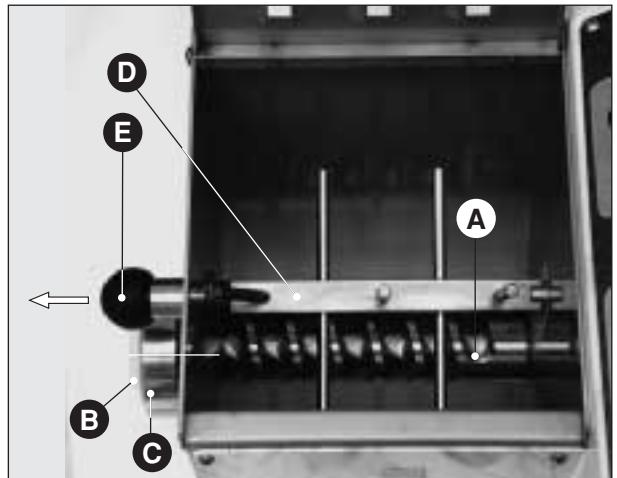
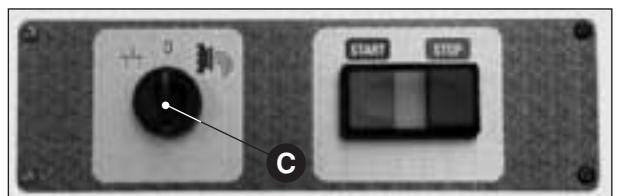

Fig. 1
Fig. 2
- posizionare il selezionatore su "0" (**Fig. 2 C**), verificare il corretto montaggio della coclea (**Fig. 1 A**) osservando che la parte cilindrica sia appoggiata all'albero di trascinamento;
- accertarsi inoltre che il tappo in plastica (**Fig. 1 B**) sostitutivo della trafila sia ben posizionato e la ghiera (**Fig. 1 C**) ben chiusa;
- infine bloccare sicuramente il mescolatore (**Fig. 1 D**) nella sua sede mediante il pomello di testa (**Fig. 1 E**).